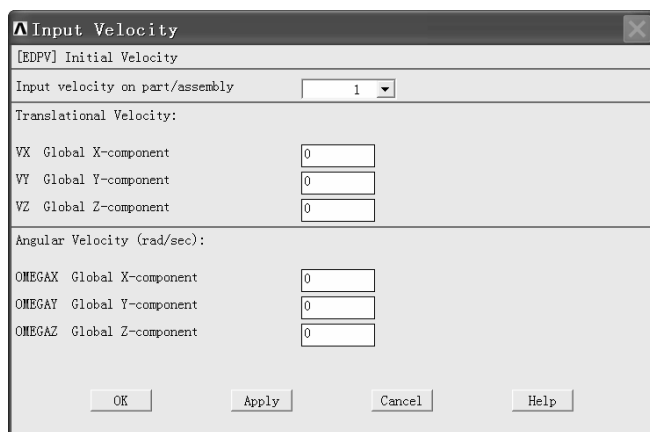

图 1-41 “Input Velocity”窗口
(1) 依次选择 Main Menu>Preprocessor>LS-DYNA Options>Initial Velocity>On Parts>w/ Nodal Rotate, 弹出“Input Velocity”窗口 (见图 1-41)。